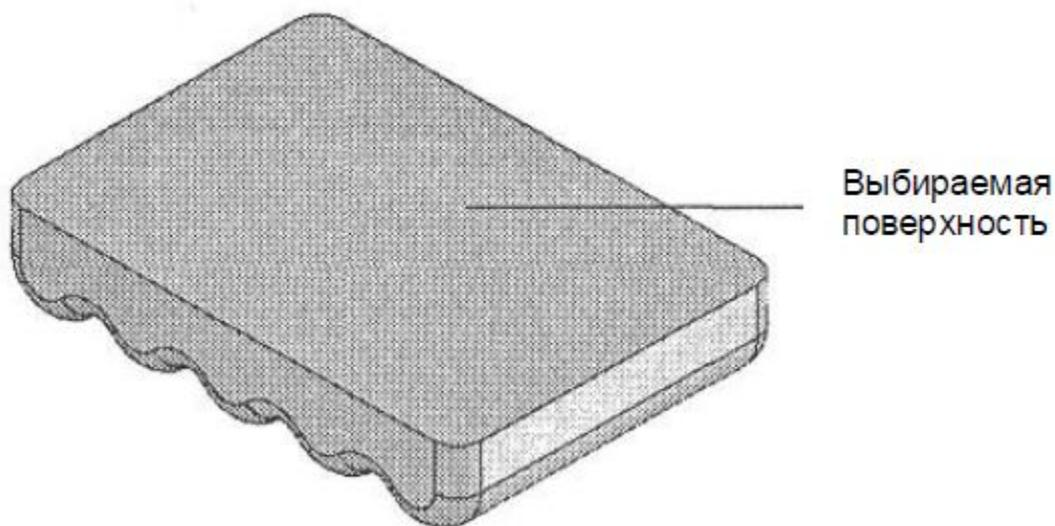

Рис. 4.18. Выбираемая поверхность элемента
3. Добавьте к модели оболочечный элемент и удалите верхнюю поверхность базового элемента (рис. 4.18 и 4.19).
2. Выберите верхнюю плоскую грань модели (рис. 4.18).